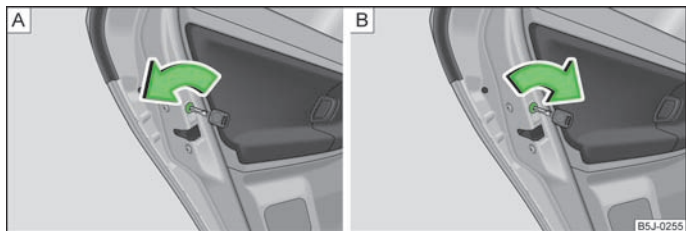

Fig. 10 Ligue a segurança para crianças: para veículos sem ou com fecho centralizado
- Nos veículos sem fecho centralizado, rode a ranhura do elemento de segurança na porta esquerda no sentido oposto ao dos ponteiros do relógio » [Fig. 10 - \[A\]](#); na porta direita, no sentido dos ponteiros do relógio.
- Nos veículos com fecho centralizado, rode a ranhura do elemento de segurança na porta esquerda no sentido dos ponteiros do relógio; na porta direita, no sentido oposto ao dos ponteiros do relógio » [Fig. 10 - \[B\]](#).